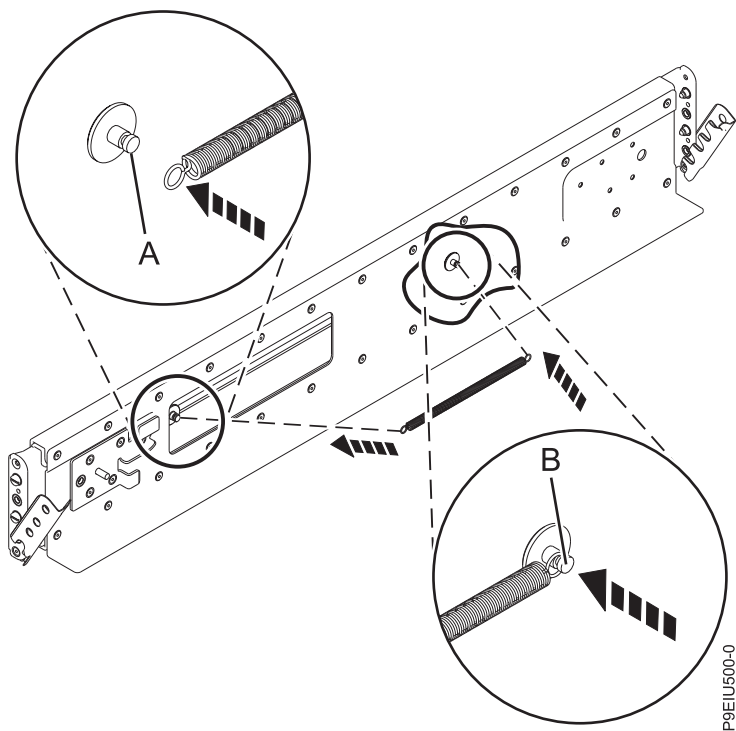

図 3. バネのレールへの取り付け
4. 6 ページの図 3 に示すように、一方の端を円形の支柱の片方 **(A)** に引っ掛け、もう一方の端を他方の円形の支柱 **(B)** に引っ掛けて、レールにバネを取り付けます。